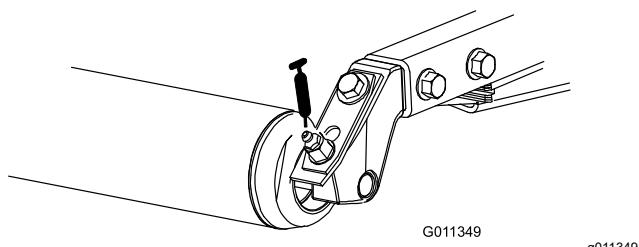

図 44
- 後ローラのベアリング各カッティングユニットに2ヶ所(図 44)